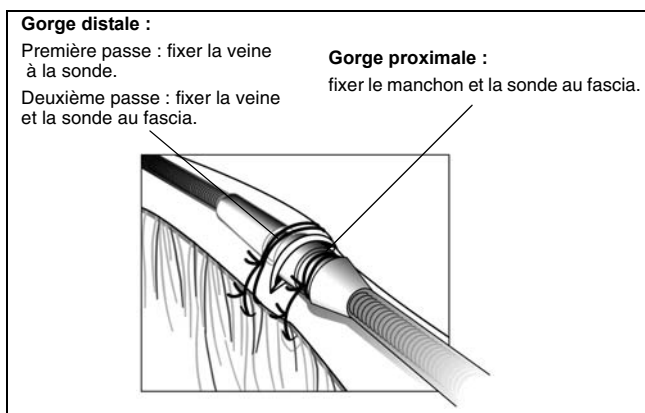

Figure 8. Utilisation du manchon avec l'implantation par incision veineuse.
1. Glisser le manchon de suture dans la veine, au-delà de la gorge distale. Ligaturer la veine autour du manchon de suture pour assurer l'hémostase, puis arrimer la sonde et la veine au fascia adjacent en utilisant la même gorge (Figure 8).